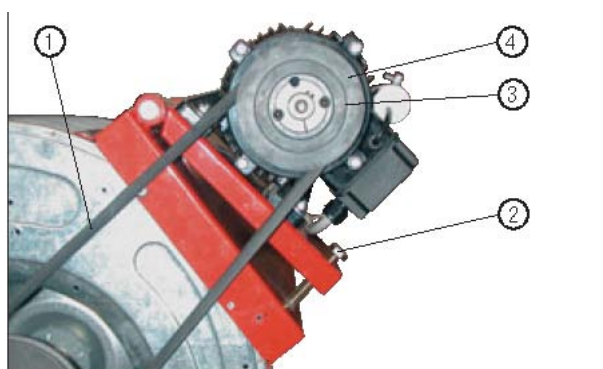

Рисунок 2.
- Объем воздуха соответствует рекомендованному уровню. Если нагреватель снабжен центробежным вентилятором и объем горячего воздуха отличается от нормы, выполните следующее (рисунок 2):
- 2) Раскрутите болты (2) для натяжения ремня.
- 3) Снимите ремень (1).
- 4) Ослабьте болты (3).
- 5) Поверните ролик (4) по часовой стрелке и против часовой стрелки, чтобы усилить или сократить поток воздуха.
- 6) Затяните болты (3).